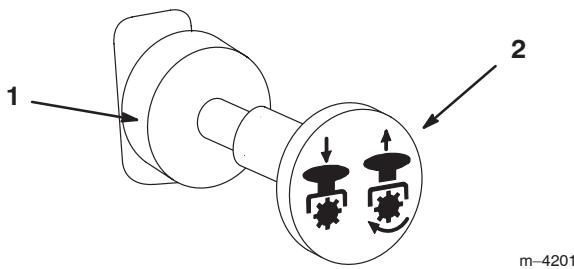

Figure 15
- Tirez sur la commande de prise de force (PDF) pour l'engager (Fig. 15).
Repoussez la commande de PDF pour la désengager (Fig. 15).